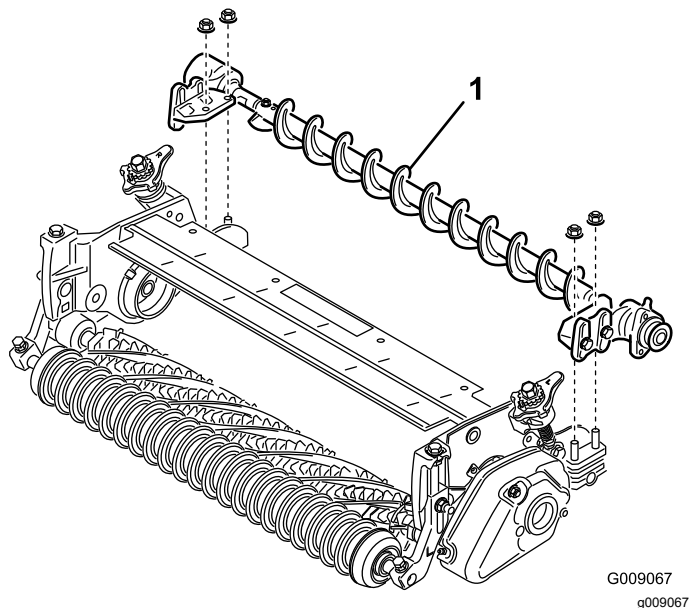

図 24
10. ローラブラシ・アセンブリ取り付けブラケットを、ローラブラケットボルトにセットする 図 24。ブラシアセンブリ取り付けブラケットを、カuttingユニットのサイドプレートに固定する先ほど取り外したナットを使用。